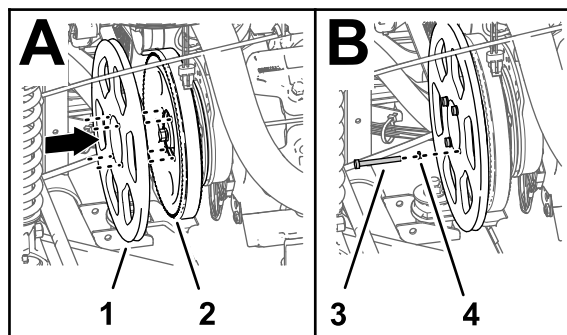

Figura 179
4. Alinhe os orifícios na polia do alternador (kit) com os orifícios na polia da bomba do pulverizador (Figura 179).